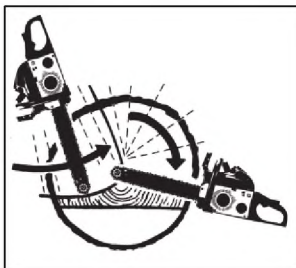

Рис. 11Г
ПРЕДУПРЕЖДЕНИЕ: При увеличении запила (D) дерево должно начать падать в направлении заданном запилем (C). Как только дерево начало падать, выньте пилу из реза, заглушите двигатель и затормозите цепь. Отойдите на безопасное расстояние по заранее намеченному пути отступления (рис. 11 А).